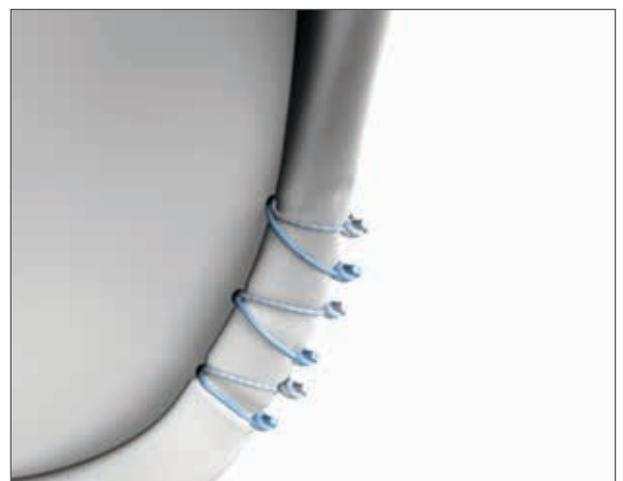

Abbildung 17
18. Wiederholen Sie die Schritte 14–17 wenn gewünscht mit dem zweiten Fadenende, bzw. bei Verwendung eines mit zwei ULTRABRAID beladenen Ankers mit den weiteren Fadenenden. **(Abbildung 17)**